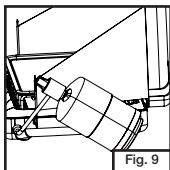

Fig. 9
- El cilindro de propano correctamente instalado. (Fig. 9)